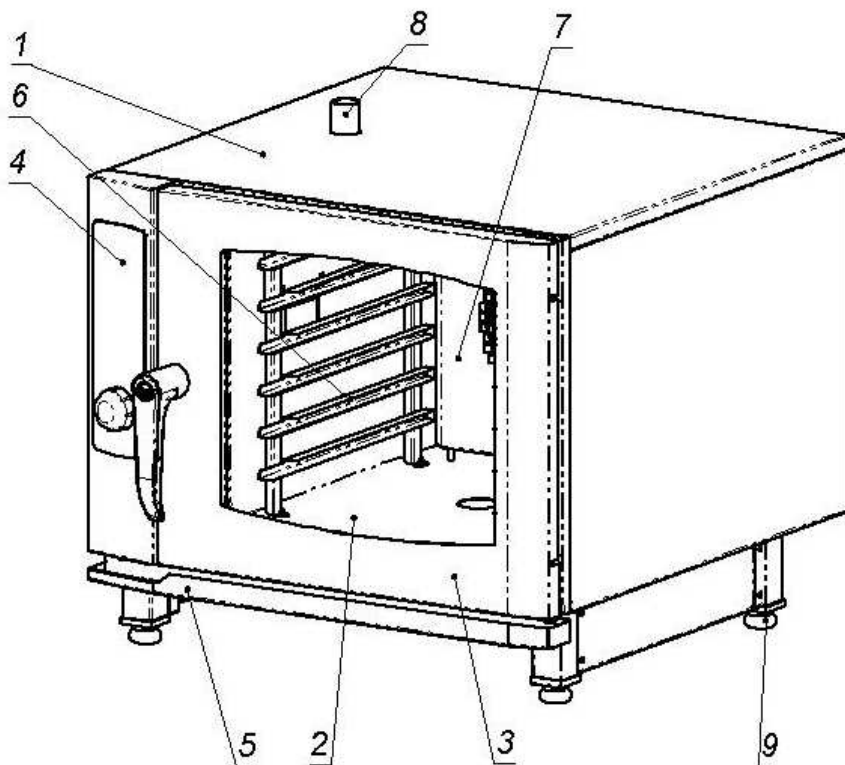

Рис.1 — Общий вид изделия
Изделие (см. рис. 1) состоит из корпуса (1), рабочей камеры (2), закрываемой дверью (3). Под дверью расположен лоток (5) для сбора конденсата. На передней части корпуса расположена панель управления (4). В рабочей камере расположены держатели полок (6), которые легко снимаются для обеспечения уборки рабочей камеры. В задней части рабочей камеры расположен вентилятор и ТЭНы, которые обеспечивают конвекцию и нагрев воздуха в рабочей камере. В целях безопасности вентилятор и ТЭНы отделены от рабочей камеры защитной решеткой (7), снять которую можно только при помощи инструмента. На решетке также расположен лоток для подачи воды на лопасти вентилятора и ТЭНы.
3.1. Общий вид изделия приведен на рис. 1, панель управления показана на рис. 2.